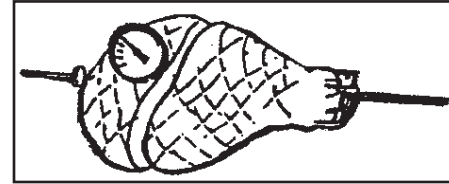

Fig. 17
**Pour un jambon ou un rôti:** Insérer le thermomètre dans le centre de la partie la plus pesante de la viande. (Fig. 17)